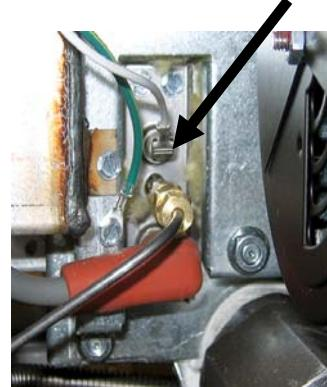

図1
2. 1台のバーナー点火装置でセンシングワイヤを外し(図1参照)、それをメーターの正極導線に繋ぎます。メーターの負極導線をセンシングワイヤを外した端子に繋ぎます。
3. モーターをプラスチックラップで包み、水が入らないように保護します(図 1 参照 0)。脱脂剤または洗剤を送風機のホイールと送風機のケースに吹きかけ、浸みこむまで 5 分待ちます。ホイールとケースを温かい水道水ですすぎ、きれいな布で拭きます。